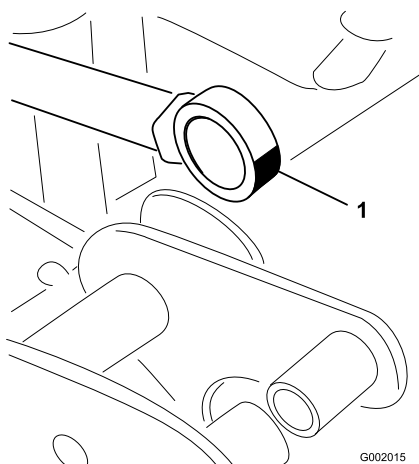

Figura 35
5. Manipolate il lato cuscinetto dell'asta dell'attuatore ed inserite il grasso nel cuscinetto (Figura 35). Tergete il grasso superfluo.